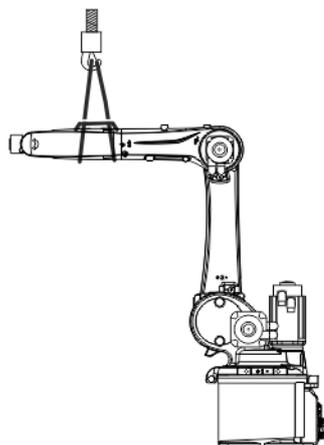

Fig. 10-6: Blocage du bras
1. Bloquer le bras avec une corde (>>> Fig. 10-6).